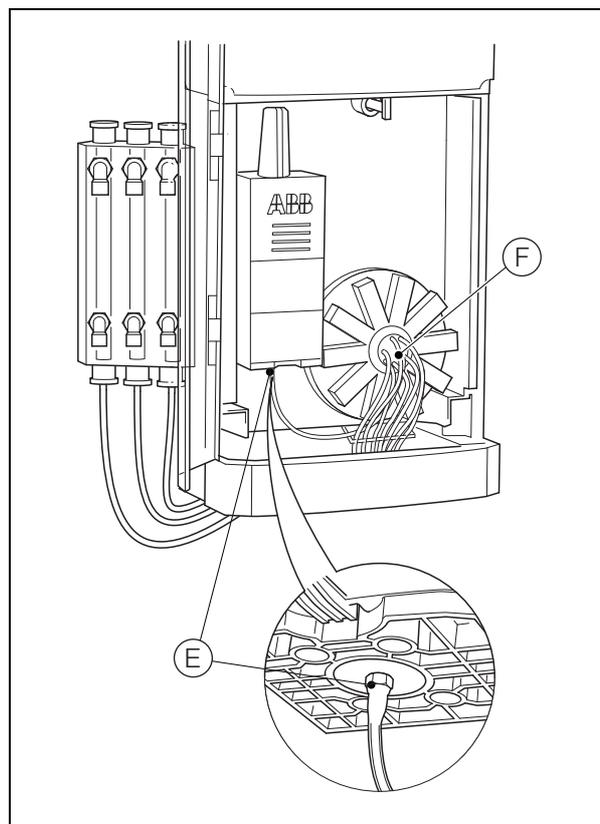

Abb. 13.6 Austauschen der Verbindungsleitung
3. Siehe Abb. 13.6:
- a. Trennen Sie das Verbindungsrohr (festgehalten in Abschnitt 13.3.4, Schritt 4a) vom Anschluss (E) an der Basis der Messzellenbaugruppe, und entsorgen Sie es.
- b. Setzen Sie die neue Verbindungsleitung am Mittelanschluss (F) des Ventilblocks ein.
*In dieser Phase darf die Leitung noch nicht an den Anschluss (E) angeschlossen werden.*
2. Schließen Sie die neue Verbindungsleitung wie in Abb. 13.6 gezeigt an den Anschluss (C) am Unterteil der Messzellen-Baugruppe an.